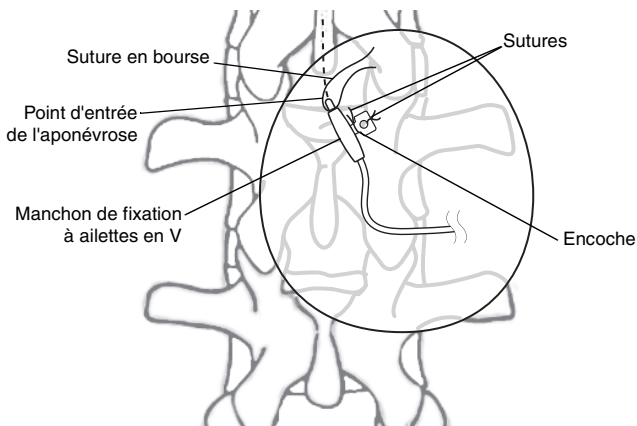

Figure 6. Mise en place du manchon de fixation à ailettes en V.
19. Suturer ensemble les ailettes du manchon de fixation au niveau de l'encoche avec des sutures non-résorbables solides ; les ailettes doivent reposer l'une contre l'autre afin d'engager et de saisir correctement le cathéter (Figure 6).
20. Suturer ensemble les ailettes du manchon de fixation par les trous de suture avec des sutures non-résorbables solides et les fixer à l'aponévrose voisine (Figure 6).